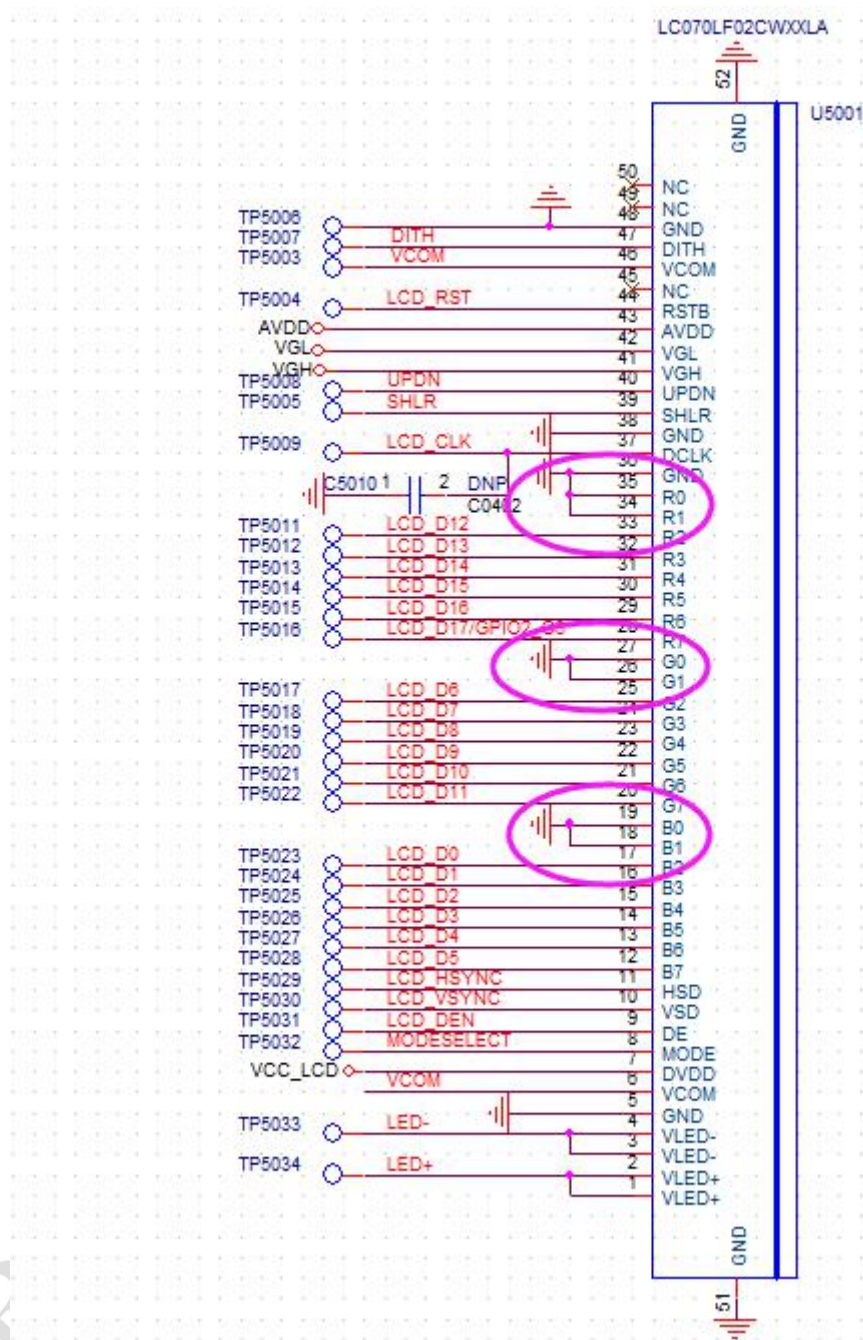

图11-11
- 关于RGB接口只有18位，如果使用的RGB屏的接口有24位，一般来说接高位，低两位接地。最好跟屏厂沟通清楚。如图11-11